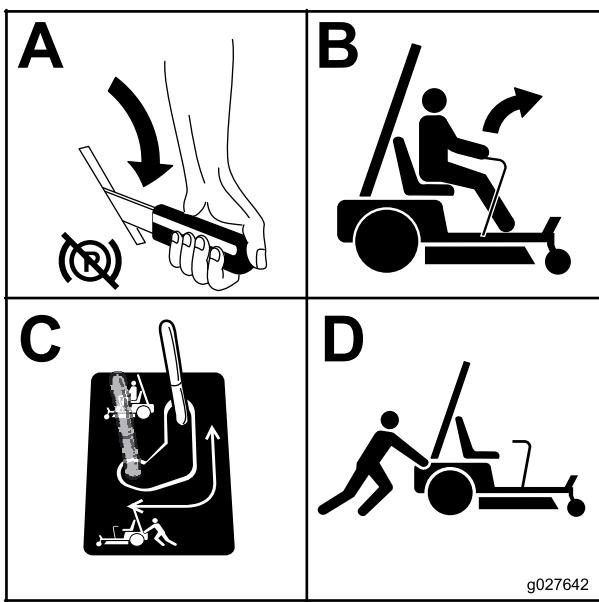

Figura 27
- Repita este procedimiento en cada lado de la máquina (Figura 27).
- Mueva las palancas a la posición de empujar la máquina (Figura 27) para engranar los motores de las ruedas.